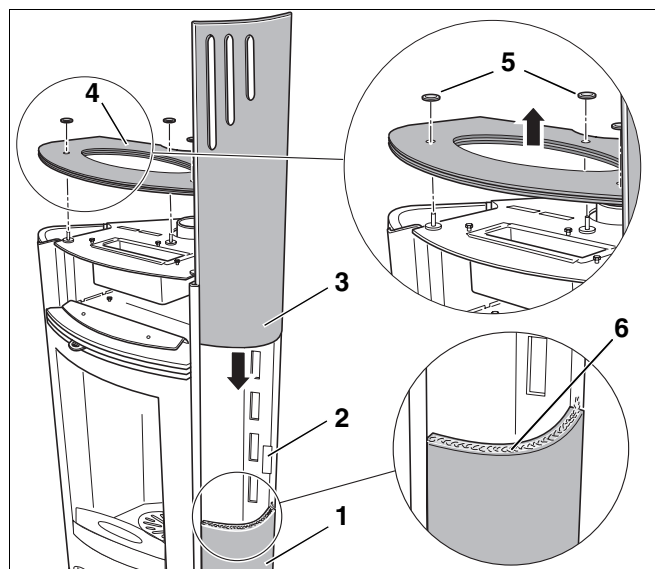

Abb. 13 Seitenkacheln anbringen
- Lösen Sie die drei Muttern (Abb. 13, **Pos. 5**) auf der Abdeckplatte.
- Nehmen Sie die Abdeckplatte (Abb. 13, **Pos. 4**) ab.
Die seitlichen Kacheln werden durch Blattfedern (Abb. 13, **Pos. 2**) gehalten.
- Schieben Sie die untere Seitenkachel (Abb. 13, **Pos. 1**) von oben nach unten ein. Die Seite mit der Dichtschnur (Abb. 13, **Pos. 6**) muss nach oben zeigen.
- Schieben Sie die obere Seitenkachel (Abb. 13, **Pos. 3**) mit Schlitz nach oben zeigend ein. Beachten Sie, dass die Längsschlitze der oberen Kachel von innen nach außen abnehmen.